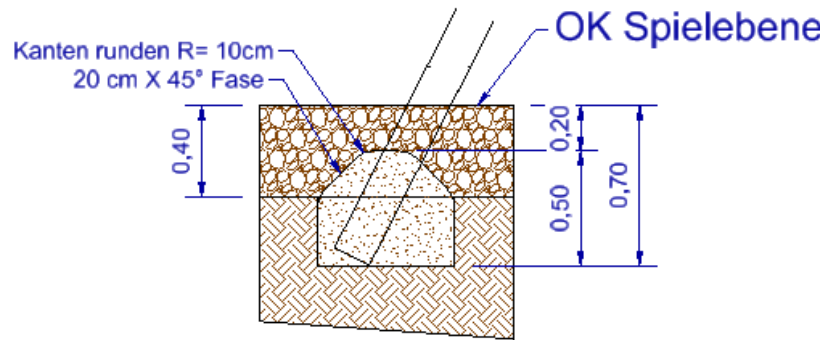

Bild 1, Abbildung zeigt Montagesituation an einem Gestell aus Robinie
- Den Winkel zwischen Seitendreiecken und Firststange mittels einer Dachlatte fixieren. Dazu schrauben Sie die Dachlatte zunächst in ca. 2m Höhe an einem Standpfosten fest und fixieren die Dachlatte dann an der Firststange ungefähr im Winkel von 45°. Siehe Bild 1 nächste Seite.
- Am fertig ausgerichtetem Schaukelgestell an einem Seitendreieck zunächst eine durchgehende Bohrung anbringen zur Verschraubung von einem Standpfosten und der Firststange. Darauf achten, dass die Bohrung genau durch den Berührungspunkt von Standpfosten und Firststange verläuft. Siehe Bild 1.